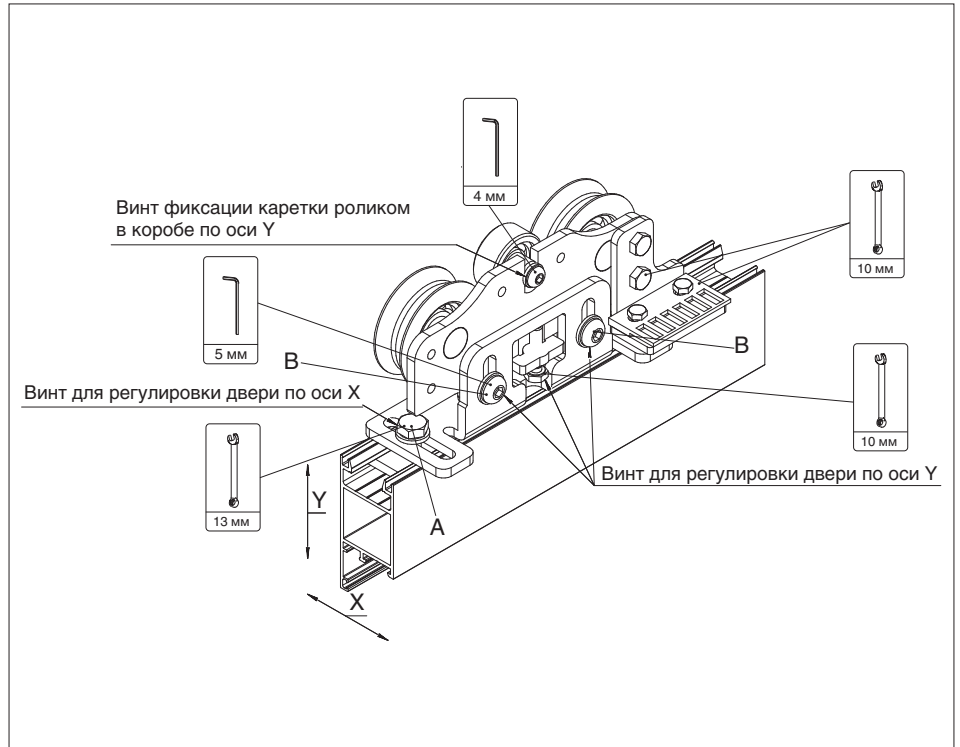

Рис. 17
2. Закрепите ремень привода нижним/верхним соединителем ремня, установленным на каретке (рис. 17).